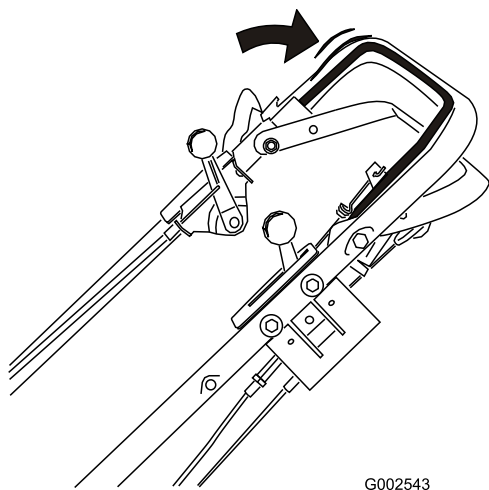

Figura 15
2. Premete la barra di comando della lama contro la stegola e tenetela in questa posizione (Figura 15).